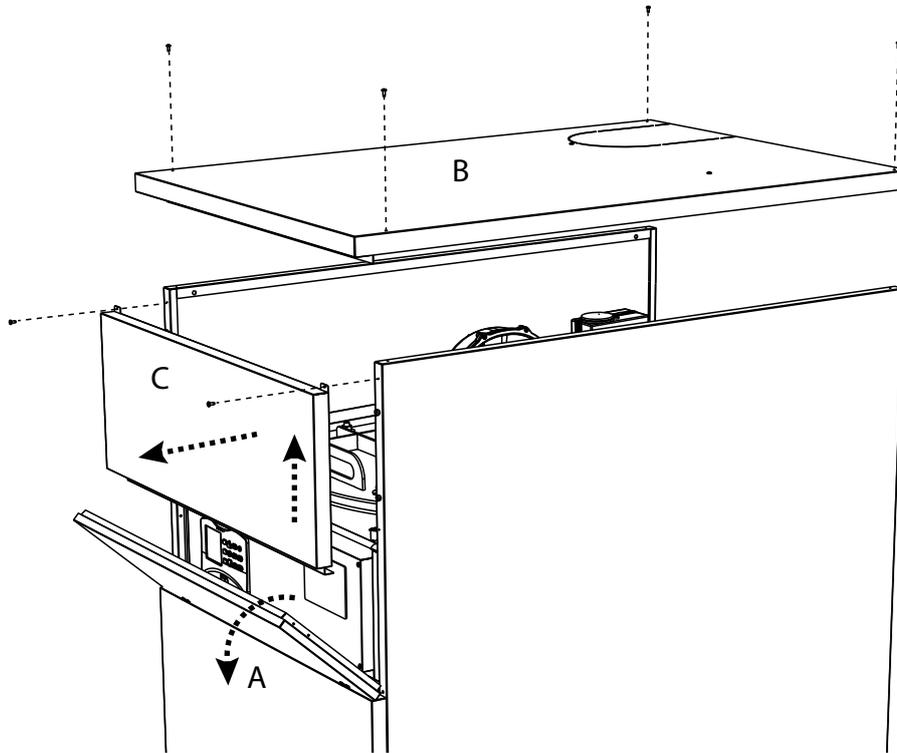

fig. 65
- Ruotare il pannello "A" (fig. 65).
- Togliere il coperchio "B" (fig. 65).
- Togliere il pannello "C" (fig. 65).